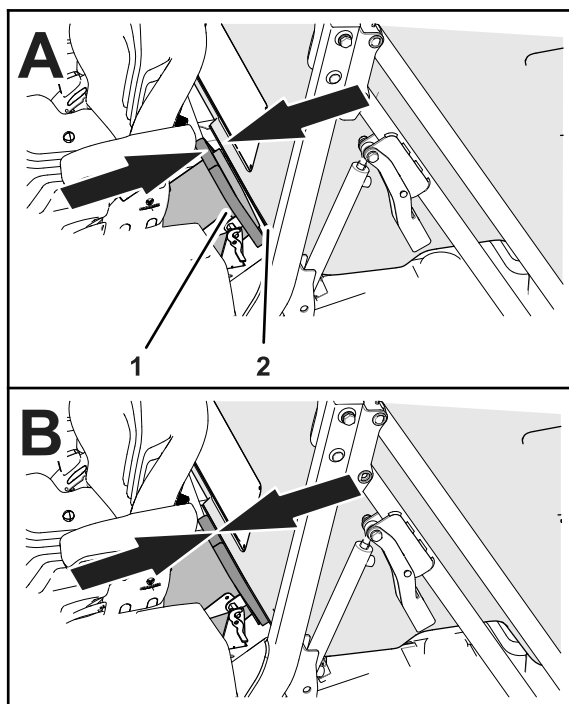

Figura 110
3. Deslice la tolva hacia delante o hacia atrás hasta que la entrada de la tolva se alinee con la junta del conducto de descarga (Figura 110).